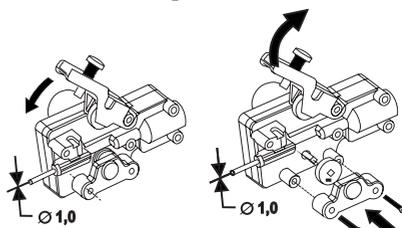

рис. 3
- Поднимите верхний нажимной ролик и отведите его от нижнего ролика. (Рис. 3)
- Опустите на место верхний нажимной ролик, и регулятором величины давления установите среднюю величину давления прижимного ролика. Убедитесь, что проволока находится в специальной борозде нижнего ролика, как это показано на (Рис. 3).